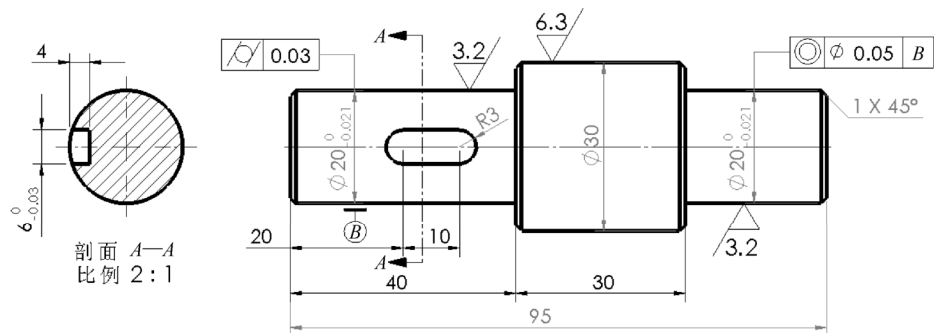

图 8-92 在工程图中标注表面粗糙度
- [2] 在图形区域中单击以放置符号，在工程图中标注表面粗糙度，如图 8-92 所示。